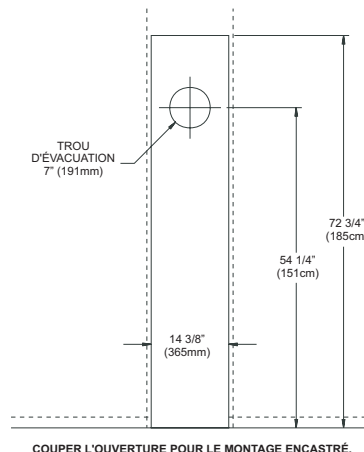
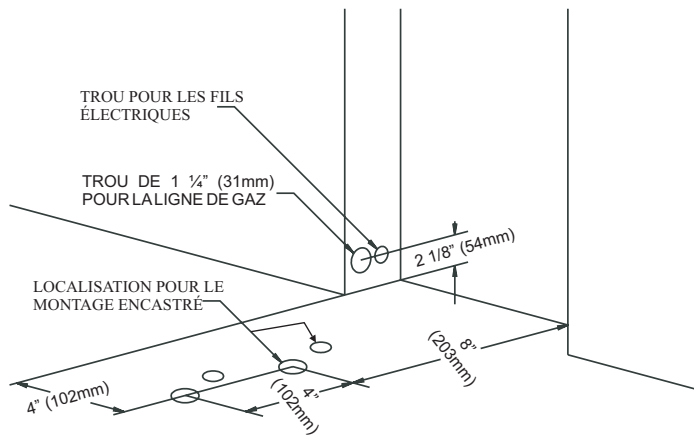

Figure 5
Figure 7
Le radiateur doit être situé sur un mur extérieur. Trouver les montants du mur, ainsi l'ouverture dans le mur sera entre les montants du mur. Le radiateur a une largeur de 14 1/8" (358mm) et peut être encastré entre deux montants dont la distance standard est de 16" (406mm). Comme le représente la Figure 5, l'ouverture dans le mur exige un diamètre de 7 1/2" (191mm).
Un guide est fourni dans l'emballage du radiateur pour vous aider à positionner le radiateur sur le mur. Aussi, référer à la Figure 5 et la Figure 7 pour positionner le radiateur sur le mur et pour situer les connexions pour la ligne de gaz.
Référez à la Figure 5 pour l'emplacement de l'ouverture dans le mur de 7 1/2" (191mm) de diamètre pour le radiateur. Après avoir localisé et coupé l'ouverture dans le mur, positionner le tuyau d'évacuation du radiateur dans le centre de l'ouverture du mur. Lorsque vous fixez le radiateur au mur, enlever la plinthe et la moulure derrière le radiateur. Fixer le radiateur au mur par le haut de la paroi extérieure avec (2) boulons à ailettes et au plancher par le bas de la paroi extérieure avec (2) vis #10 x 1 1/2" (38mm). Les vis et les boulons sont fournis.